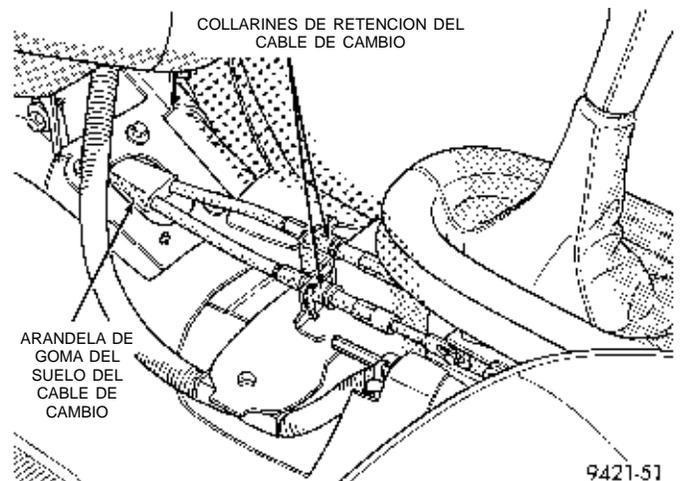

Fig. 13 Collarines de retención del cable
- (9) Retire los collarines de retención del cable del cambiador (Fig. 13).